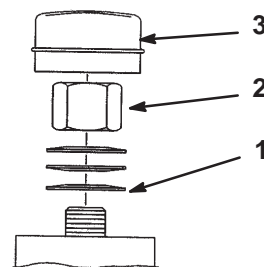

Figure 52
3. Retirez le capuchon anti-poussière de la roue et serrez le contre-écrou (Fig. 52).
4. Continuez de le serrer jusqu'à ce que les rondelles élastiques soient aplaties, puis desserrez-le de 1/4 de tour pour obtenir la précharge correcte des roulements (Fig. 52).
**Important** Veillez à installer les rondelles comme illustré à la Figure 52.
5. Posez le capuchon anti-poussière (Fig. 52).